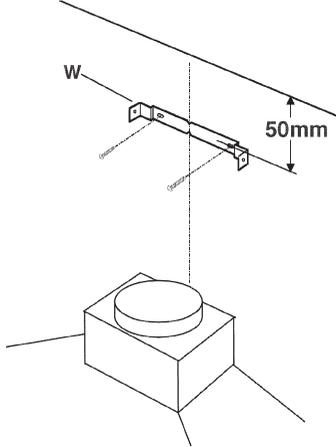

fig.10
1. Posez le support (W) à 50 mm du plafond et assurez-vous qu'il soit centré par rapport à la hotte située en dessous et de niveau (fig. 10) ; à l'aide d'un crayon marquez les 2 trous sur la paroi.